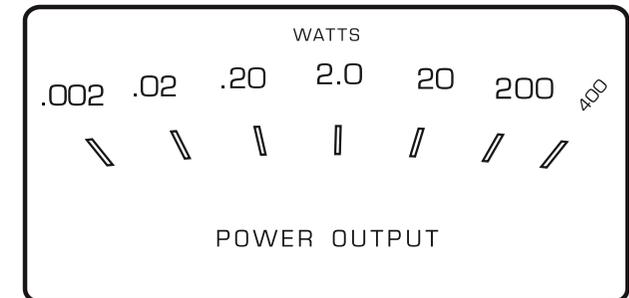

Abbildung 13
Die Illumeter-Ausgangsleistungs-Anzeigen des MC8207 sind so kalibriert, dass eine Direktablesung der Ausgangsleistung in Watt (W) für Lautsprecher möglich ist, die an den linken vorderen Verstärkerkanal, den mittleren Verstärkerkanal und den rechten vorderen Verstärkerkanal angeschlossen sind. Die Illumeter-Messeinheit reagiert auf alle musikalischen Informationen, die vom Verstärker erzeugt werden. Sie zeigt mit einer Genauigkeit von mindestens 95 % der Ausgangsleistung bei nur einem Einzelzyklus eines 2000-Hz-Tonstoßes an (siehe Abbildung 13).